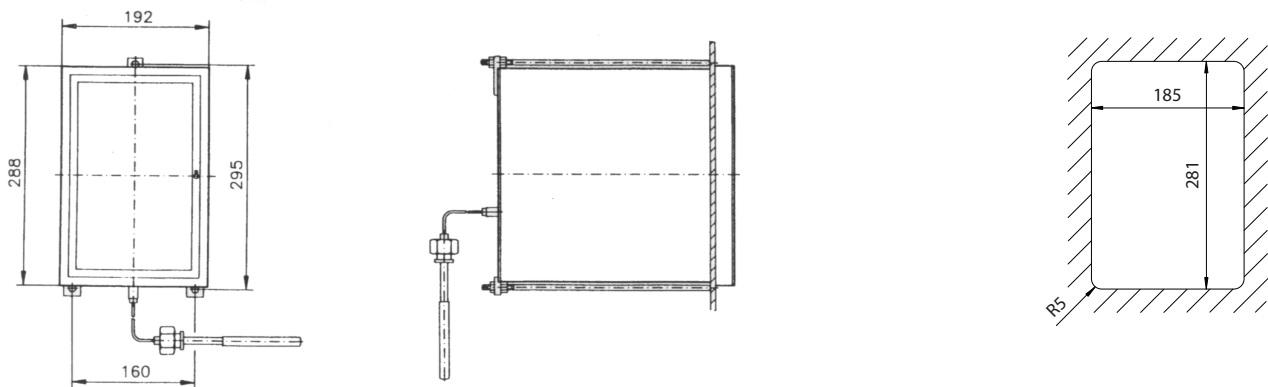

Bild 1 Einfach-Linienbandschreiber für Temperaturmessung Typ 230.01
Herstellung der Ausbrüche in der Messtafel nach Bild 1 - 4
- Gemäß Bild 1 - 4 in angegebenem Abstand drei Steinschrauben M8 anbringen und Gerät befestigen